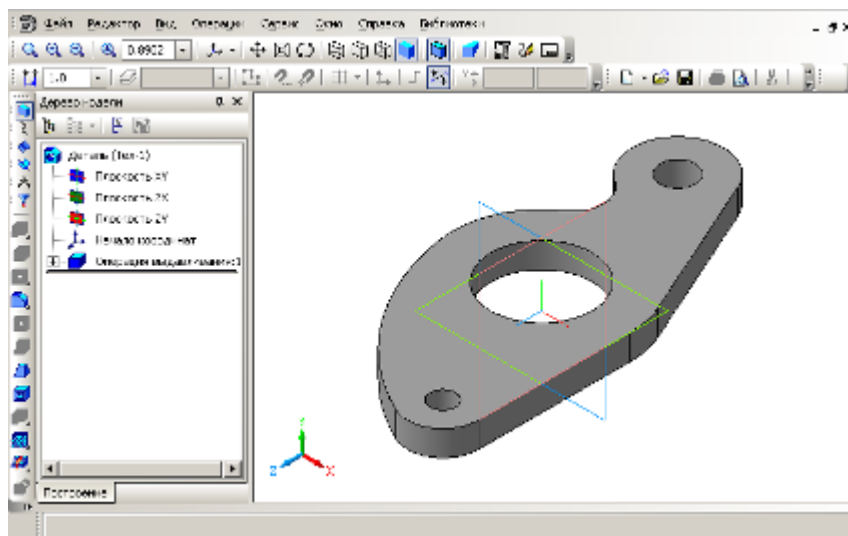

Рис. 12
- Нажимаем кнопку **Создать объект** . Пространственная модель детали **Фланец** создана. Рис. 12.